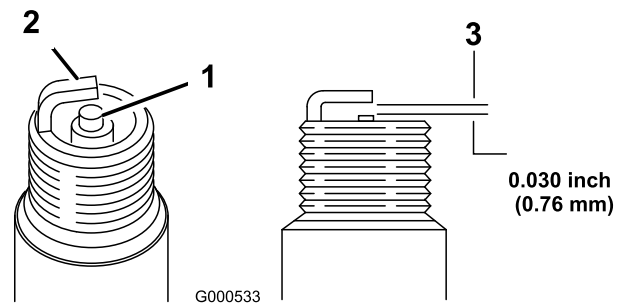

Figura 20
5. Ajuste la distancia entre los electrodos a 0,76 mm, según se muestra en Figura 20.